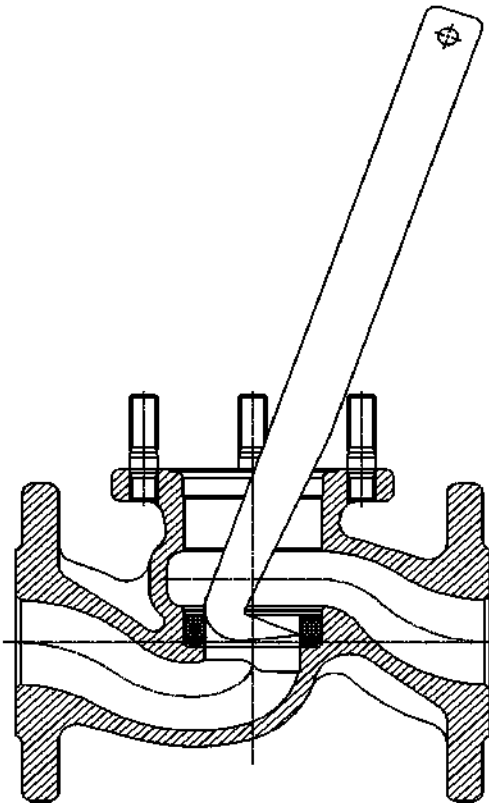

Рис. 3
- Снимите нижнюю клапанную шайбу (поз. 9) с помощью съемного крючка (Рис. 3*)